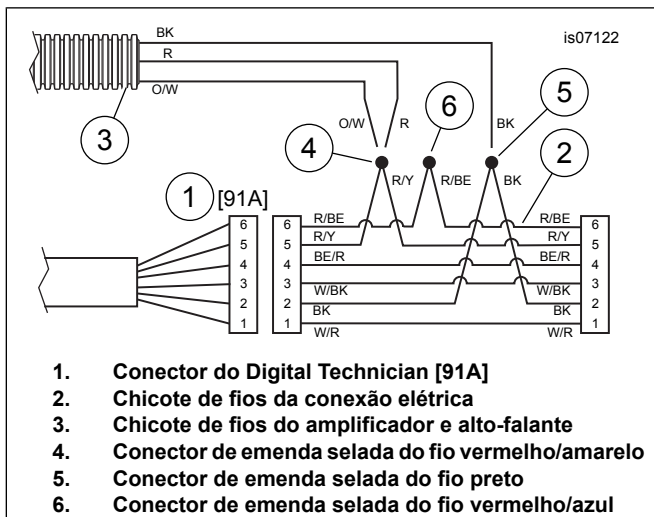

Figura 4. Diagrama da fiação, chicote de fios do alto-falante/amplificador até o chicote de fios da conexão elétrica
- Veja Figura 4. Localize o conector do Digital Technician [91A] (item 1, um conector Deutsch cinza de 6 vias com protetor de borracha) sob o assento. Coloque o chicote de fios da conexão elétrica (2) no conector do Digital Technician, mas **NÃO** os conecte nesse momento.
- Passos os fios do chicote de fios do amplificador e alto-falante (3) sobre o chicote de fios da conexão elétrica. Corte os fios do amplificador e do alto-falante com o comprimento adequado para alcançar facilmente os conectores de emenda selada (4 e 5) do chicote de fios da conexão elétrica.
- Emende os fios vermelho e laranja/branco do alto-falante e amplificador no conector de emenda selada do fio **vermelho/amarelo** (4) no chicote de fios da conexão elétrica.
- Emende o fio preto do amplificador e do alto-falante nos fios do conector de emenda selada **pretos** (5) do chicote de fios de conexão elétrica.
- Use o dispositivo de aquecimento para vedar a extremidade aberta do conector de emenda selada nos fios **vermelhos/azuis** (6) do chicote de fios de conexão elétrica.
4. Veja o Manual de serviço para obter instruções detalhadas sobre conexões de emendas seladas. Se o chicote de fios (peça N.º 69200722) tiver sido emendado anteriormente, corte as emendas existentes. Veja Figura 4 para conhecer a configuração de várias emendas. Se o chicote de fios (peça N.º 69200722) tiver sido emendado em uma instalação prévia, certifique-se de que o conector Molex de oito pinos esteja desconectado do conector do veículo [4].